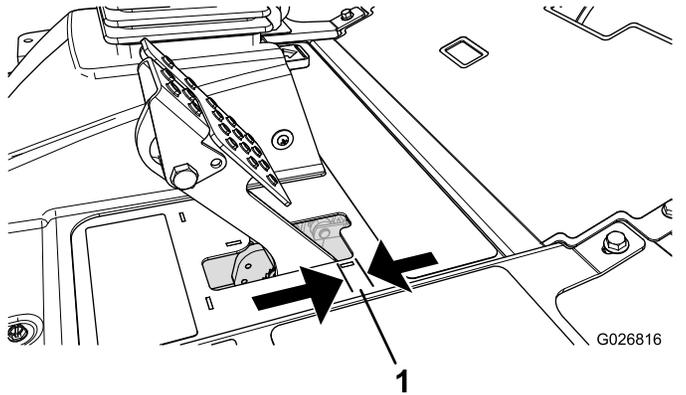

図 96
ブレーキペダルの「遊び」が 25 mm 以上となったり、強く踏み込まないとブレーキの効きが悪いと感じられるようになったら、調整を行ってください 図 96。遊びとは、ブレーキペダルを踏み込んでから抵抗を感じるまでのペダルの行きしろを言います。
2. 後ナットを締めてケーブルを後方に移動させて、ホイールがロックする前のブレーキペダルの遊びが 6.3-12.7 mm なるように調整する 図 96。